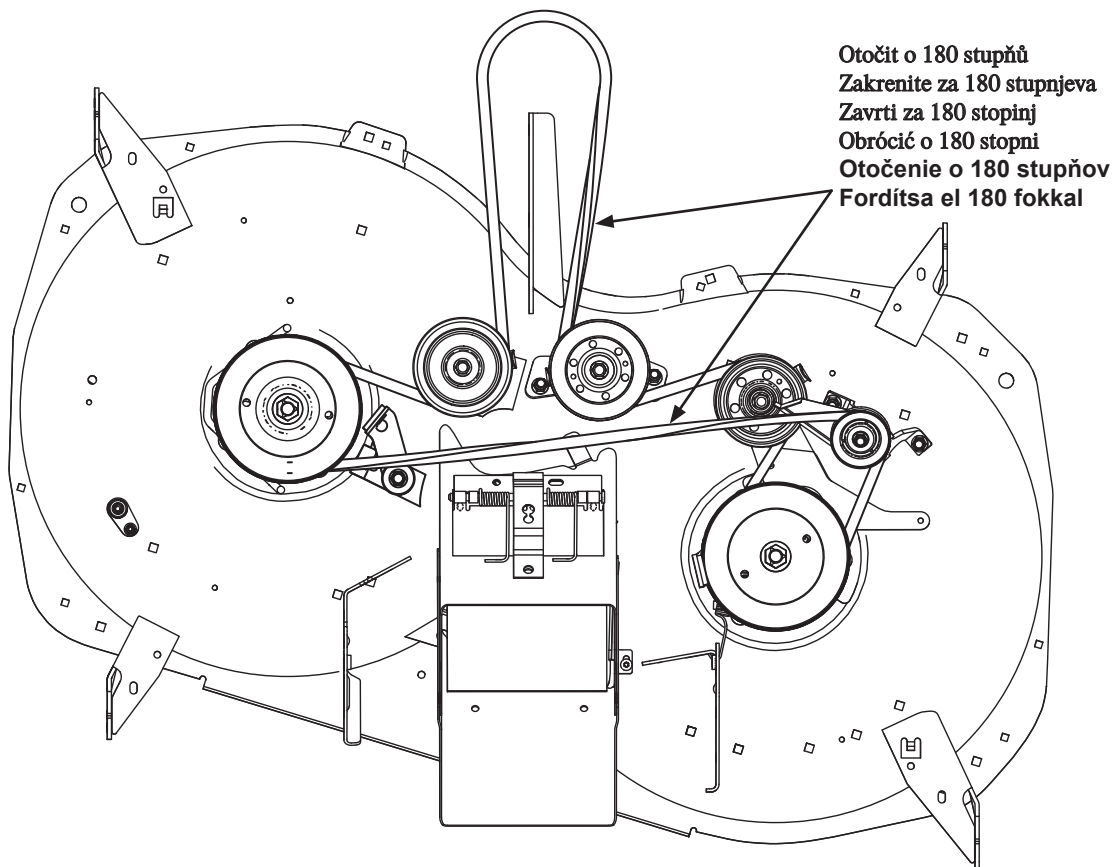

Fig. 7
- ⒶPL 10. Przymocować nowy pasek (zwrócić uwagę na prowadzenie paska) (rys. 7).